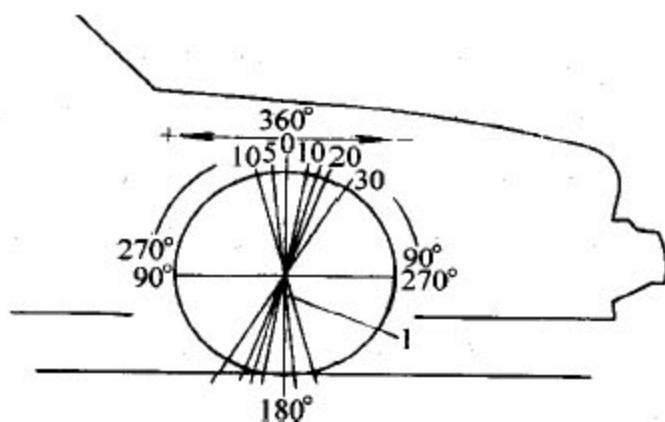

图 1-3 主销后倾角
1). 主销后倾角: 主销后倾角是从车辆侧面观察, 转向轴最高点偏离垂直方向的倾角, 如图 1-3 所示。顶点向后的倾角为正(+), 而向前的倾角为负(-)。主销后倾影响转向机构的方向控制, 但不影响轮胎磨损。若一个车轮较其他车轮的正主销后倾角大, 会使该车轮朝车辆中心线行驶, 车辆将向正主销后倾角最小的一侧偏向行驶。